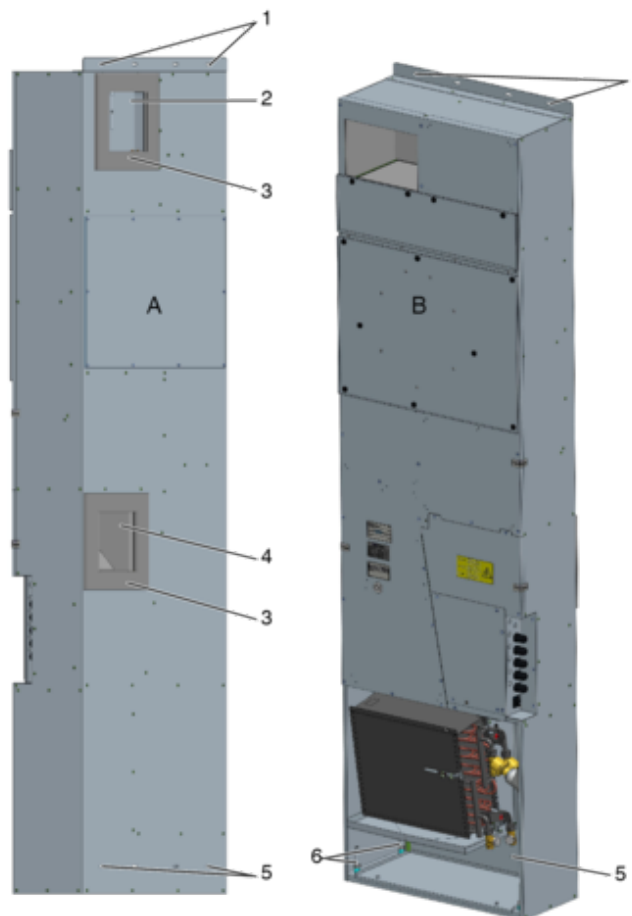

Abb. 4: Geräteaufstellung, Beispiel RA-V-ZAB/SEK-HE
1. ▶ Lüftungsgerät mit der Fassadenseite (Abb. 4 /A) an die Fassade stellen. Die Luftöffnungen (Abb. 4 /2 und Abb. 4 /4) müssen dabei mit den Öffnungen in der Fassade übereinstimmen, ggf. mit Stellfüßen justieren.
2. ▶ Das Lüftungsgerät mit geeigneten Schrauben (\varnothing 6 mm) an den Befestigungslöchern (Abb. 4 /1 und Abb. 4 /5) mit der Fassade verschrauben.